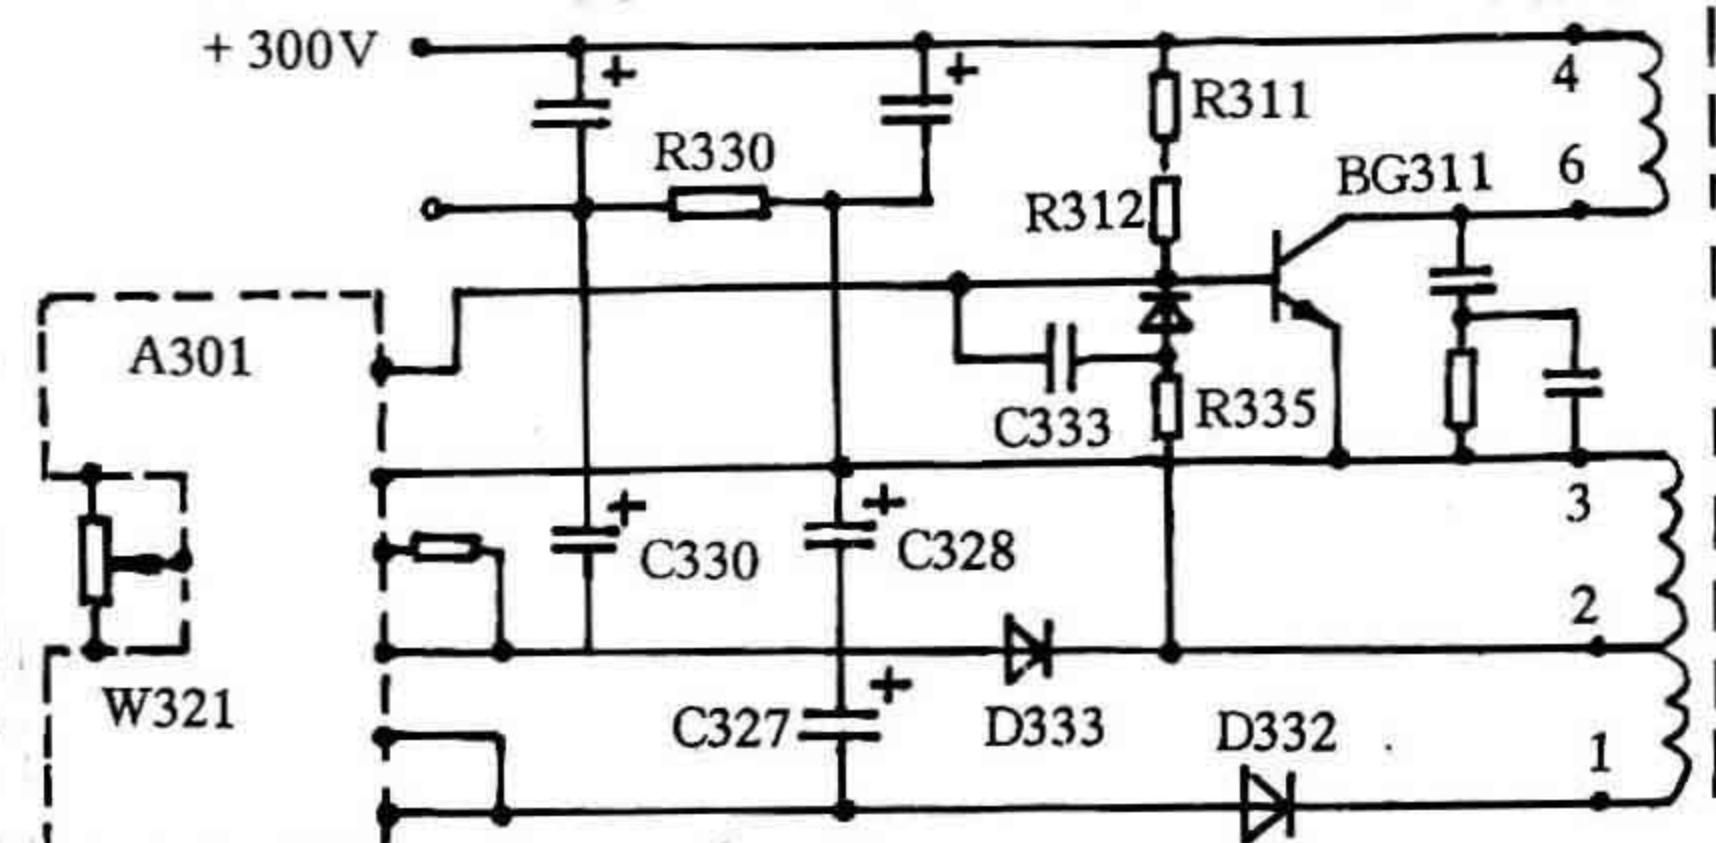

图10 黄山 AH4724C 彩电开关电源电路
- 检查开关电源稳压部分。调节电位器W321,+B1电压调整不到130 V。怀疑厚膜电路A301(JU0114)有故障,换上新品,故障依旧。看来故障不是A301,应该再检查开关电源振荡电路(电路见图10所示)。